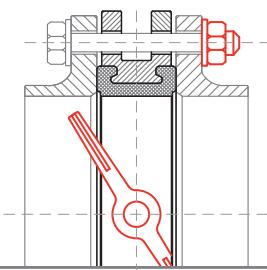

рис. 6
- Затяните болты (шпильки) так, чтобы фланцы и корпус (металлическая часть) затвора соприкасались. Затяжка болтов на межфланцевых соединениях должна быть равномерной по всему периметру. Медленно закройте и откройте дисковый поворотный затвор. Если установка затвора была проведена правильно, затвор должен свободно открываться и закрываться (рис. 6).